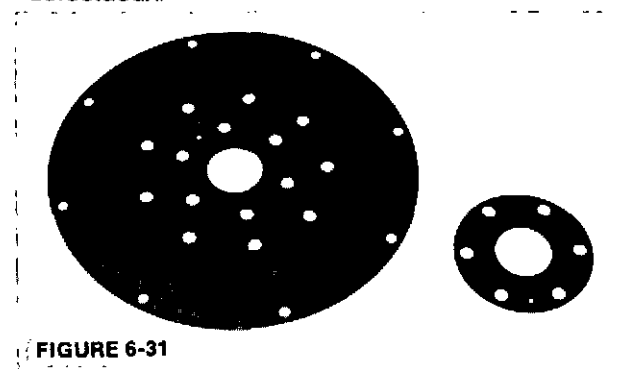

FIGURE 6-31
1. Contrôler les disques flectors pour les déformations et les rebords pliés (figure 6-31). Contrôler l'usure des trous de montage. Remplacer les disques défectueux.